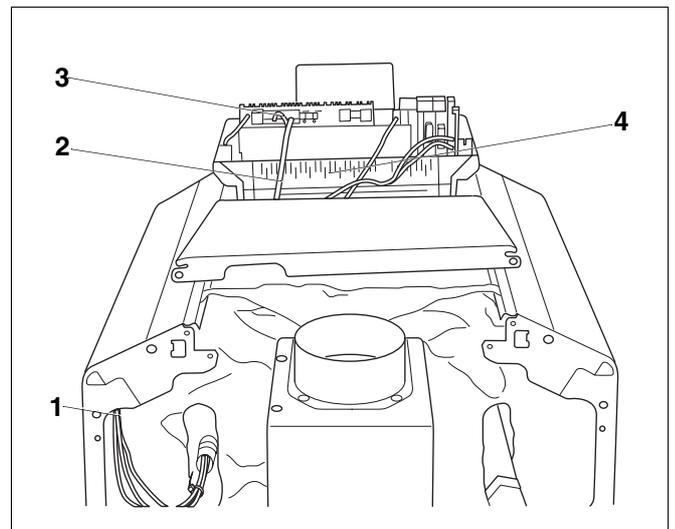

Abb. 16 Kabelführung und Steckverbindung
- Bauseitige elektrische Anschlussleitungen von hinten durch die Kabeleinführung (Abb. 16, **Pos. 1**) zum Regelgerät führen.
Elektrische Anschlüsse nach beiliegendem Schaltplan an den Steckverbindungen (Abb. 16, **Pos. 3**) des Regelgerätes herstellen.
- Steckverbindung der Brennerleitung (Abb. 16, **Pos. 2**) nach Schaltplan herstellen.